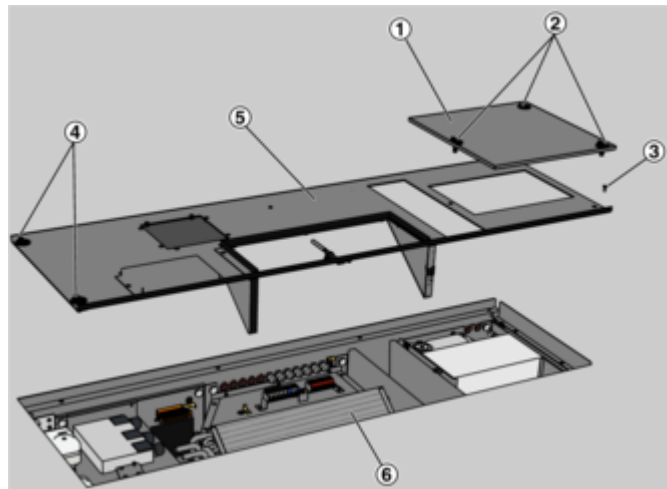

Abb. 44: Wärmeübertrager am Beispiel ROOMAIR-U-ZAS Ausführung rechts
3. ▶ Den Filterdeckel (Abb. 44/1) durch Lösen der Schnellverschraubungen (Abb. 44/2) demontieren.
4. ▶ Revisionsdeckel (Abb. 44/5) durch Lösen der Kreuzschlitzschraube (Abb. 44/3) und der beiden Schnellverschlüsse (Abb. 44/4) demontieren und neben dem Gerät lagern.
Wärmeübertrager (*Abb. 44/6*) nach oben aus dem Gerät herausnehmen.